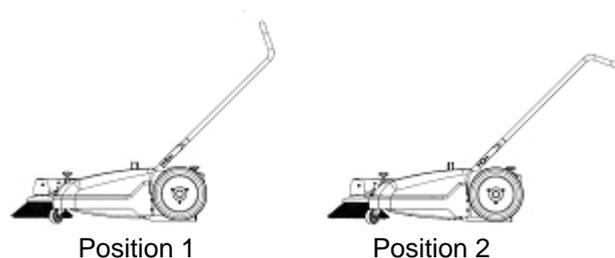

Fig. 2
- Le timon peut être fixé dans 2 positions différentes ; nous recommandons cependant la position 1, plus confortable et plus efficace (Fig. 2).